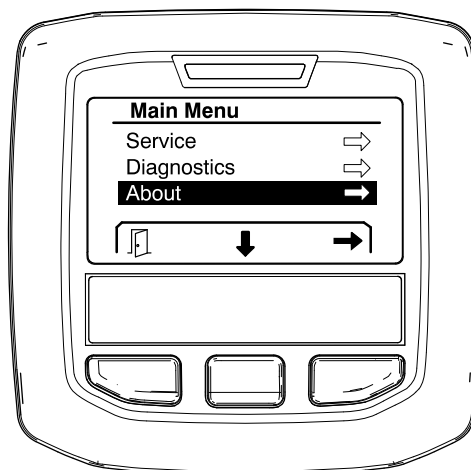

Рисунок 36
- Чтобы получить доступ к экрану About (О машине), выберите с помощью средней кнопки пункт ABOUT (О МАШИНЕ), затем нажмите правую кнопку для перехода к экрану About (О машине) (Рисунок 36).